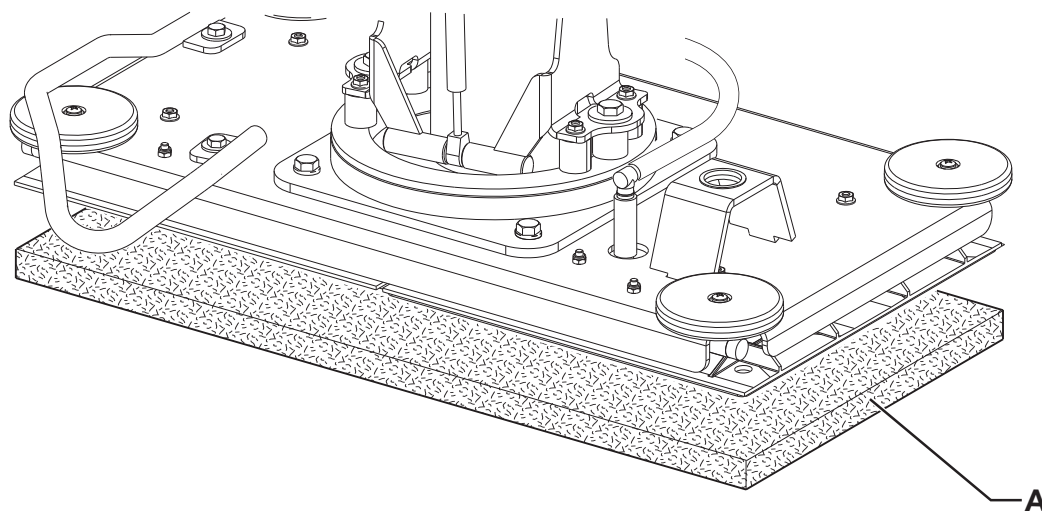

Figure 3
1. Introduire la clé de contact (58) et la tourner sur "I".
**Avant d'actionner l'interrupteur (63), contrôler qu'il n'y a pas de corps étrangers entre la tête (5) et la machine qui peuvent faire barrage au soulèvement de la tête.**
2. Soulever la tête en appuyant sur l'interrupteur (63).
3. Tourner la clé de contact (58) sur "0" et l'enlever.
4. Installer le disque (A, Fig. 3) de façon qu'il fasse prise avec la plaque de la tête BOOST®.